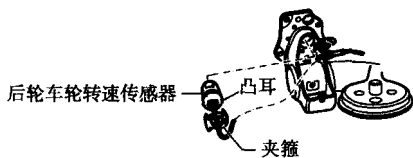

图 2-8 安装后轮车轮转速传感器
② 用手将车轮转速传感器插到车轮罩底部,如图 2-8 所示。注意车轮转速传感器的安装方向:在左侧车轮上,凸耳朝向前方;在右侧车轮上,凸耳朝后方。